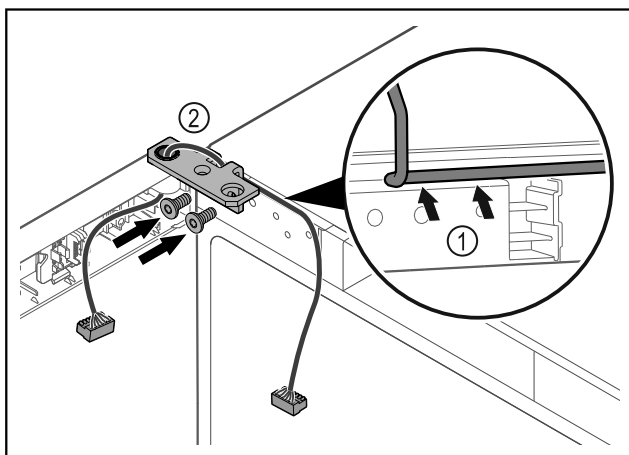

Fig. 47
- ▶ Проведите кабель через отверстие в шарнирном уголке и аккуратно уложите его Fig. 47 (1).
- ▶ Привинтите шарнирные уголки Fig. 47 (2).